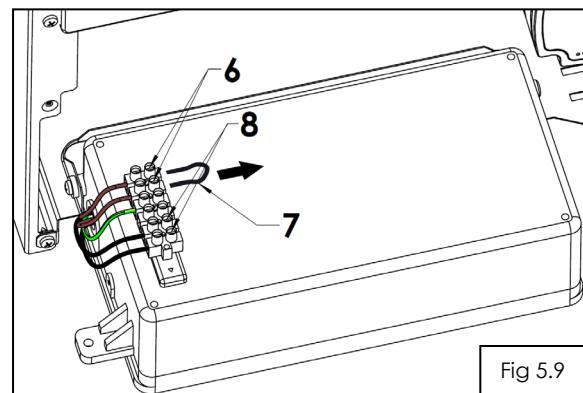

Fig. 5.9
e) - se desurubeaza suruburile (6), se indeparteaza cablul electric de legatura (puntea) (7) (fig. 5.9);
Procedura de cuplare a senzorului de exterior la centrala este similara cu procedura de conectare a termostatului de ambient, cu observatia ca acesta se conecteaza in pozitia ocupata de suruburile (8) fig. 5.9.